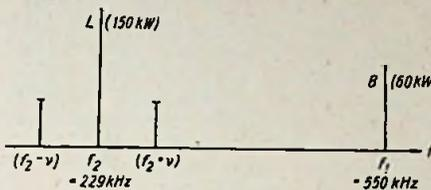

Abb. 7. Erläuterung des Luxemburg-Effektes
die zum Ausdruck bringen, daß durch das verzerrende Glied 3. Ordnung die ursprünglich unmodulierte Trägerfrequenz ω_1 mit der Tonfrequenz der „störenden“ Trägerwelle ω_2 moduliert erscheint ($\omega_1 \pm \nu$ und $\omega_1 \pm 2 \nu$). Das verzerrende Glied kann auch in der stark ionisierten Heavysideschicht vorhanden sein, womit man gewöhnlich die als „Luxemburg-Effekt“ bezeichnete Erscheinung der gegenseitigen Störung zweier in ihren Trägerfrequenzen sehr verschiedenen Sender erklärt. Der Effekt wurde zuerst beim Sender Luxemburg (L in Abb. 7) beobachtet. Auf der unmodulierten Welle des Senders Beromünster (B) konnte Luxemburg abgehört werden.
2. Frequenzmodulation (FM)